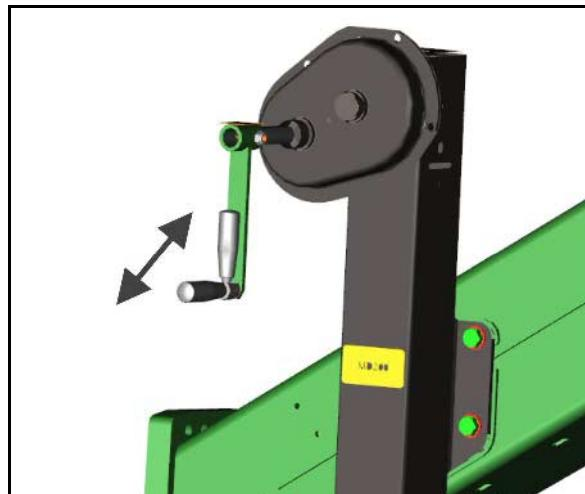

Рис. 56
Создание технологических колей представлено на рисунке (Рис. 56) на нескольких примерах:
1. См. в таблице (Рис. 56):
На рисунке (Рис. 56) показаны примеры создания технологических колей с 4-м, 6-м и 8-м ритмом переключения.
На рисунке (Рис. 56), наряду с другими, показаны примеры для создания технологической колеи со 2-м и 6 плюс ритмом переключения.